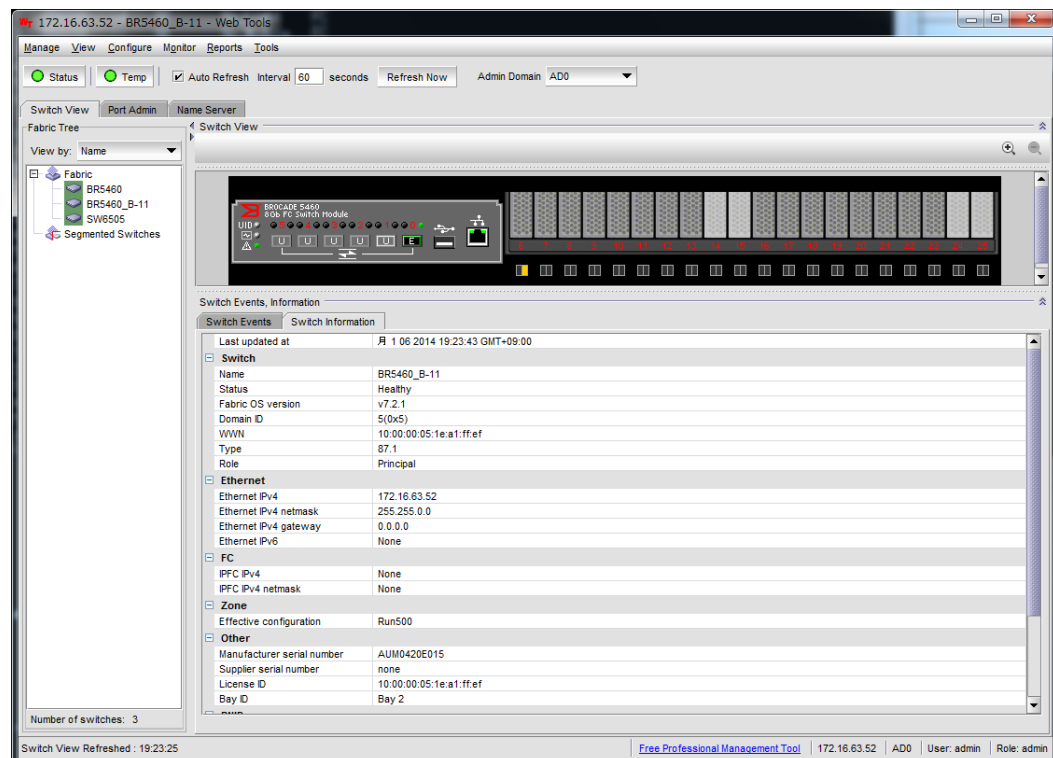

図 3.3.1 Switch Explorer View の詳細画面
- 3 スイッチとの接続が成功すると下図 3.3.1 のように Web Tools が立ち上がり Switch Explorer View の詳細画面が表示されます。